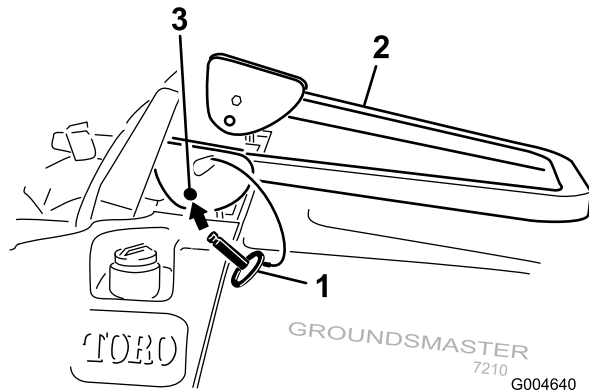

Figura 12
2. Abbassate il roll bar (Figura 12).